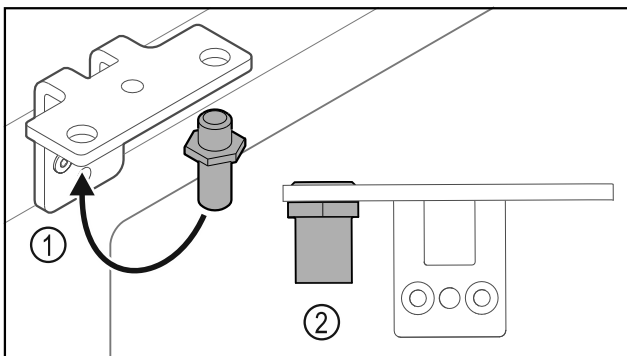

Fig. 29
- ▶ Helyezze át a csuklópántban a csapszeget Fig. 29 (1).
- ▶ Húzza meg a csapszeget Fig. 29 (2) **12 Nm-es forgatónyomatékkal**.